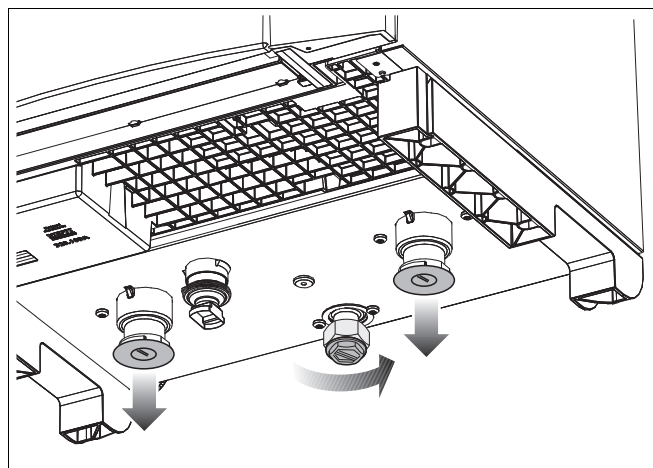

Рис. 10 Снятие защитного колпачка
- Снять защитный колпачок на нижней стороне отопительного котла (рис. 10).